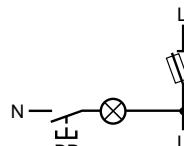

Fig. 2. Unipolaire + bouton-poussoir d'essai.
■ **unipolaire + bouton-poussoir d'essai** (fig. 2) : les voyants sont éteints et s'allument par action sur le bouton-poussoir d'essai. Les voyants ne s'allument pas si le circuit est en défaut (fuseau fondu ou absent).